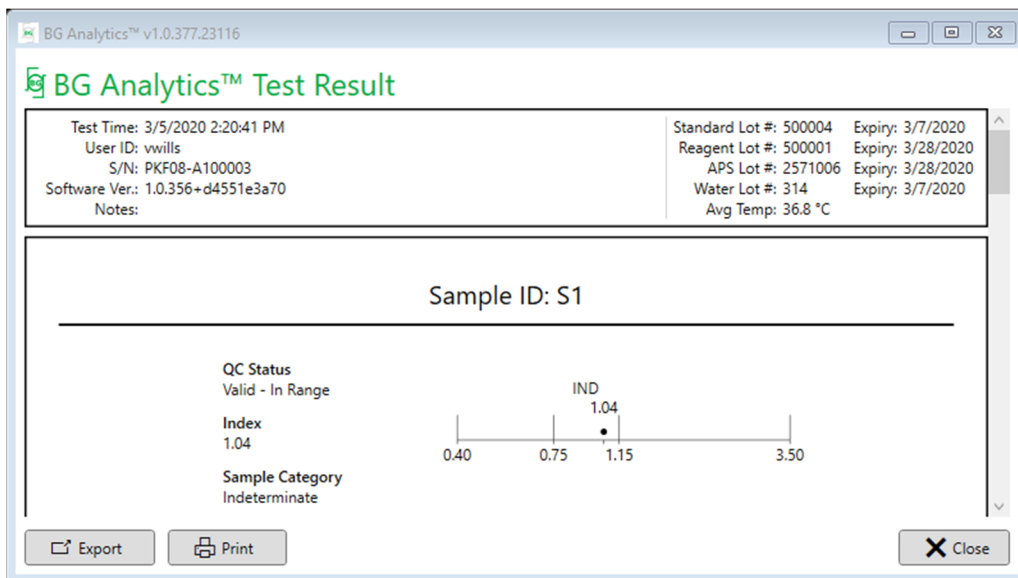

Figura 17. Relatório de Resultado do Teste do BG Analytics® para Amostra P1 com Resultado Indeterminado
O BG Analytics® irá exibir o relatório de **Resultado** do Teste. Um exemplo de um relatório é mostrado na Figura 17
- Estado de Controlo de Qualidade (CQ), Índice, Categoria de Amostra
- Um valor de Índice que cai no intervalo de 0,40 a 3,50 será marcado dentro do gráfico. Índice Indeterminado será marcado entre 0,75 e 1,15. Um exemplo de uma amostra com Estado de CQ válido e valor de Índice Indeterminado na Figura 17.